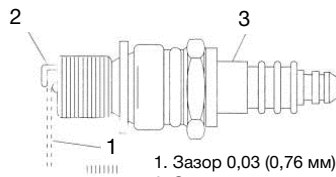

Рисунок 55
4. Проверьте зазор между электродами при помощи щупа и при необходимости отрегулируйте его, зазор должен находиться в пределах 0,030 (0,76 мм). См. рисунок 55.